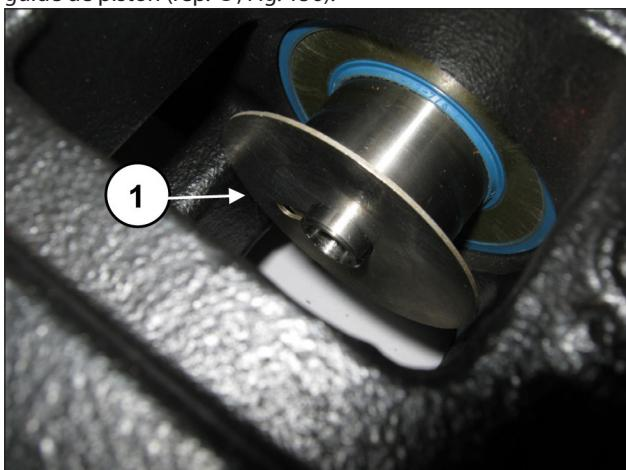

Fig. 156
Placer les bagues anti-éclaboussures dans le logement sur le guide de piston (rep. ①, Fig. 156).